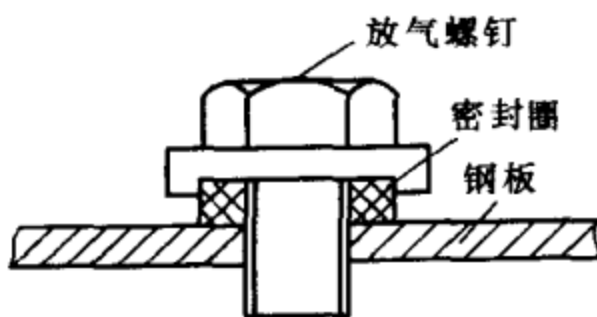
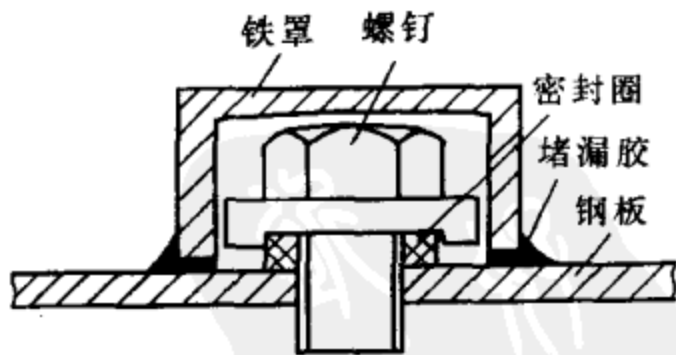

图 1-44 放气螺钉示意图
图 1-45 外罩法堵漏示意图
(1) 外罩法：变压器散热器、套管等都有放气螺钉，散热器下部还有放油螺钉。如果放气、放油螺钉密封垫压缩量不够或压缩量过大失去弹性以及密封垫老化失去弹性出现裂纹，都要发生渗漏。如果是密封垫压缩量不够出现渗油，拧紧螺钉就可解决。对于其他原因出现的渗漏油，处理的方法有两种：一是常规方法，将设备停电、放油、更换密封垫，但停电时间长、工作量大、影响供用电；另一种方法就是外罩法。按图 1-44 所示放气螺钉（或放油螺钉）的外形尺寸，加工一个铁罩，并将铁罩用堵漏胶粘堵在放气螺钉（或放油螺钉）上，如图 1-45 所示。此法还可应用在螺栓渗漏油等情况处。待设备大修时，可将铁罩砸掉，进行彻底处理。